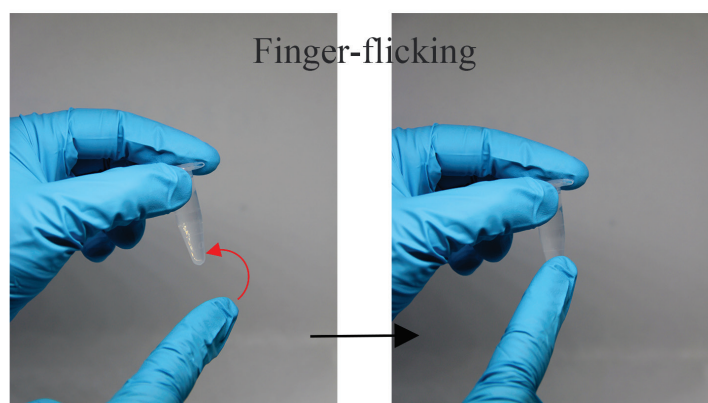

Fig. 12
14. Finger-flick tube B (Fig. 12).